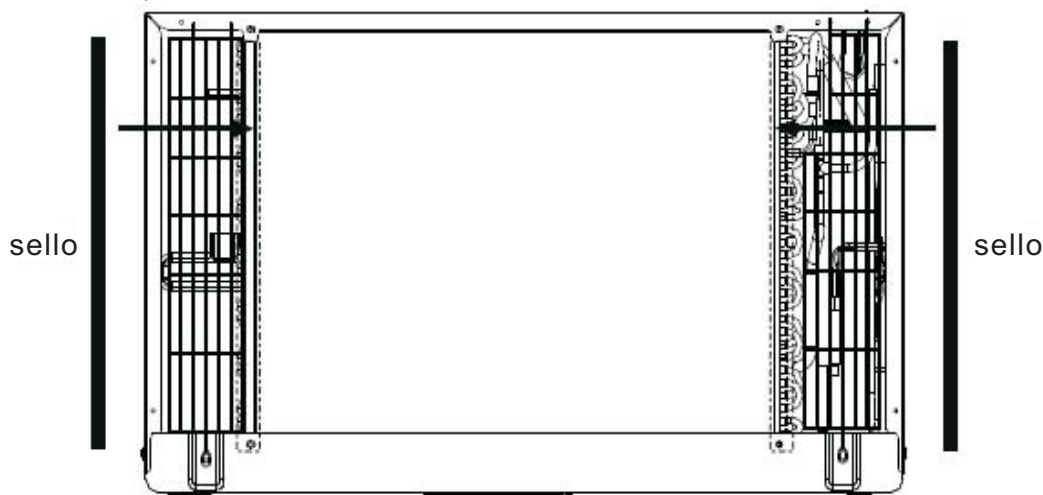

Fig. 1
1. Coloque las 2 piezas de sellado (1 "X3 / 8" X14 "), como se muestra en la figura . 1.